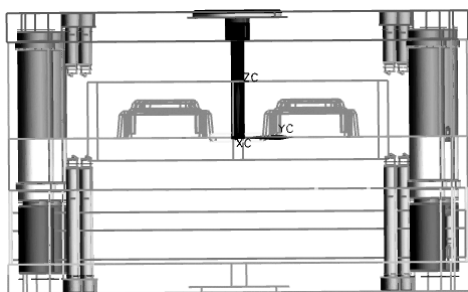
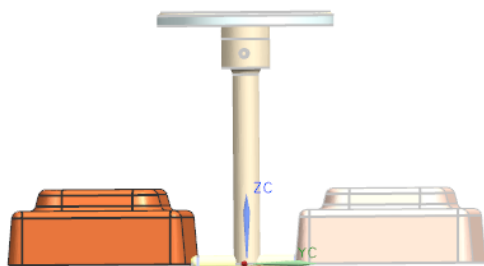

图 9-93 修剪浇口套
图 9-94 浇注系统与产品的位置关系
(5) 修剪浇口套。打开【修边模具组件】工具，用分型面将浇口套修剪，如图 9-93 所示。
(6) 按照前面给流道和浇口建腔的方法，给定位环和浇口套建腔。
(7) 至此，整个浇注系统创建完毕。将模架、型芯、型腔隐藏后，浇注系统与产品的位置关系如图 9-94 所示。